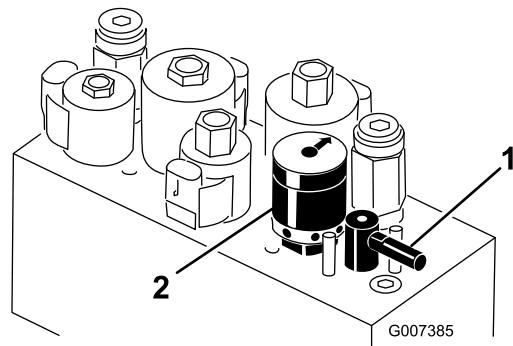

図 60
- バックラップ・レバーを R 位置にセットする（図 60）。
- リール速度セレクタを 1 にセットする（図 60）。